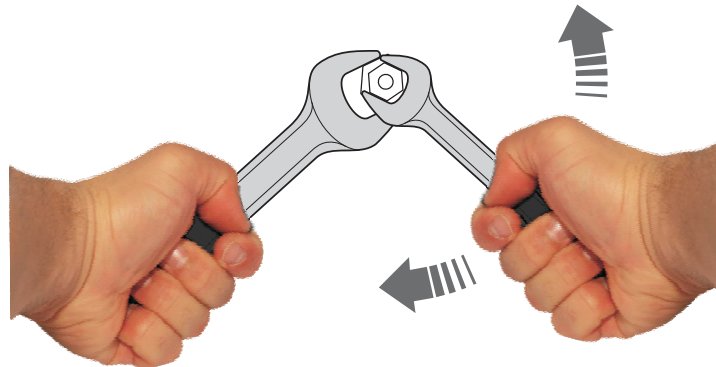

Рис. 2. Правильный монтаж/демонтаж фитингов
**ПРЕДУПРЕЖДЕНИЕ:** При монтаже/демонтаже фитингов в процессе замены фильтров или подключения газа необходимо фиксировать уже установленные фитинги таким образом, чтобы не допустить повреждения существующей конструкции (см. Рис. 2).